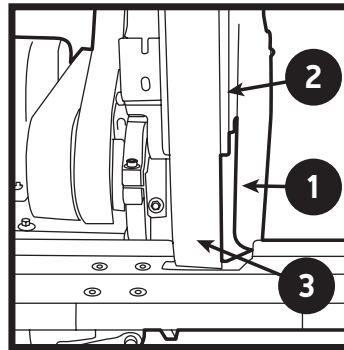

Figure 1
- a. La garde de roue de contact et le plateau vertical sont montés et ajustés de sorte que le plateau touche légèrement à l'endos de la bande abrasive (Figure 1).